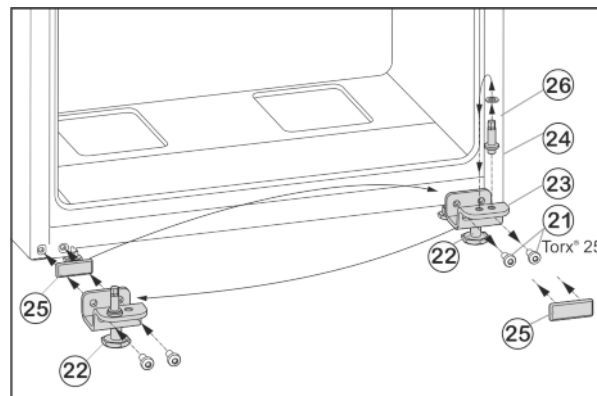

Fig. 7
- Upevňovací šrouby Fig. 7 (21) odšroubujte.
- Vyměňte spodní stojan ložiska Fig. 7 (23) i s ložiskovým čepem Fig. 7 (24), podložkou Fig. 7 (26) a seřizovací nožkou Fig. 7 (22).
- Ložiskový čep Fig. 7 (24) kompletně odšroubujte i s podložkou Fig. 7 (26), přemístěte do protilehlého upínacího otvoru stojanu ložiska a opět přišroubujte.
- Krycí desku Fig. 7 (25) opatrně sejměte a přemístěte ji na protější stranu.
- Spodní stojan ložiska Fig. 7 (23) opět kompletně, i s ložiskovým čepem Fig. 7 (24), podložkou Fig. 7 (26) a seřizovací nožkou Fig. 7 (22), případně s pomocí akumulátorového šroubováku **silou (4 Nm)** našroubujte na nové straně závěsu dveří.
- Spodní dveře nasadte shora na ložiskový čep Fig. 7 (24).
- ▶ Seřizovací nožku Fig. 7 (22) na spodním stojanu ložiska Fig. 7 (23) vytáchejte, až dosedne na zem.